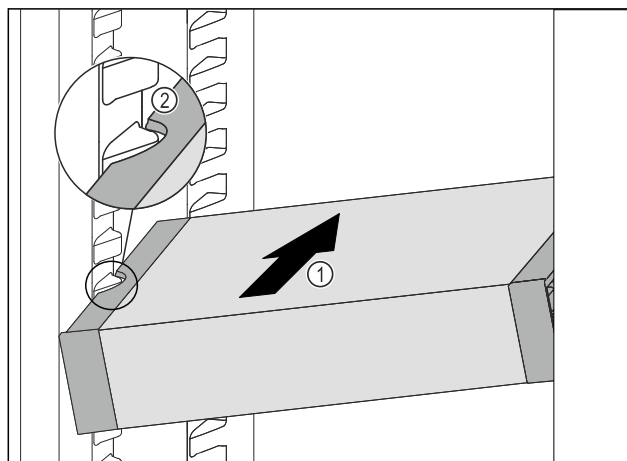

Fig. 109
- Împingeți VarioSafe oblic în frigider Fig. 109 (1), până când degajările laterale Fig. 109 (2) ale VarioSafese află la înălțimea nervurii recipientului din frigider.